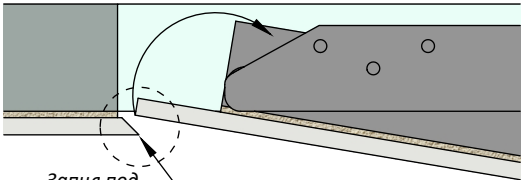

Рис. 7 (вид сверху)
5. Учитывайте, что край плитки выступающий со стены на проём, необходимо сточить под углом 45 градусов, чтобы плитки не соприкасались друг об друга при открывании люка (Рис.7).*Случай 1,2,3.*